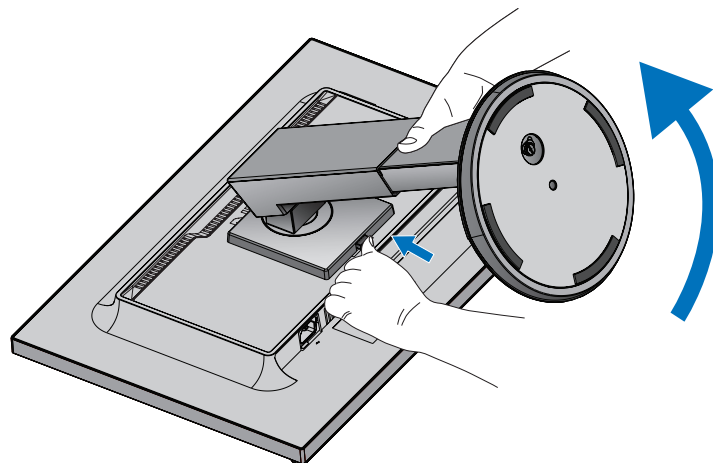

Figura S.1
3. Sitúe el monitor boca abajo en una superficie no abrasiva (**figura S.1**).
4. Coloque una mano alrededor de la base y otra en el botón de aflojamiento rápido. Mantenga apretada el botón de aflojamiento rápido en la dirección indicada por la flech (**figura S.1**).
5. Levante el soporte para desconectarla del monitor (**figura S.1**).